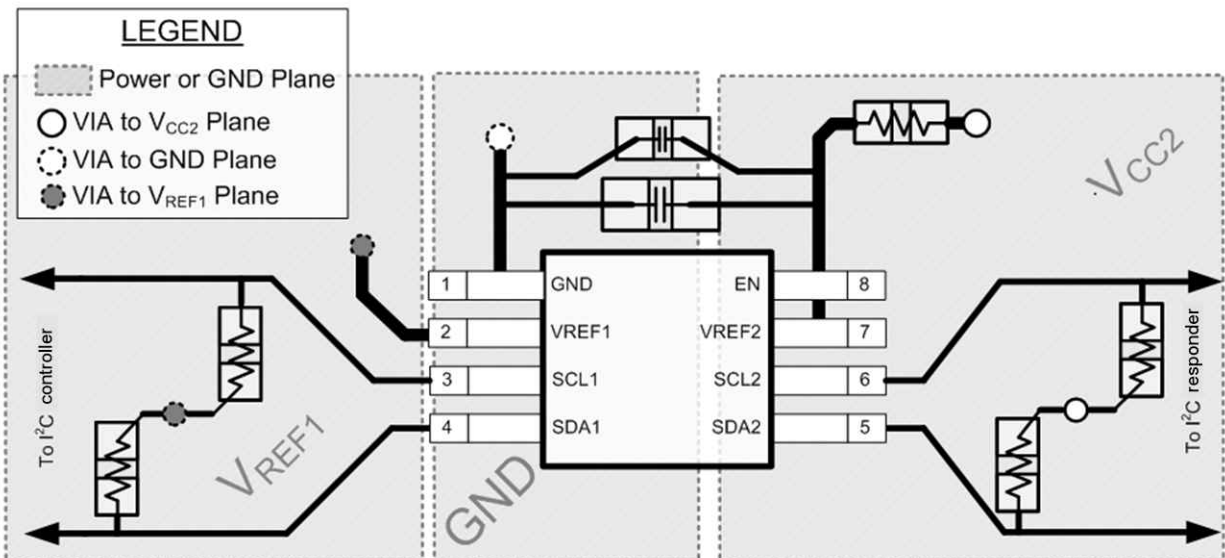

图 11-1. 布局示例
在所有 PCB 布局中，最佳实践是避免信号布线呈直角，在离开集成电路 (IC) 附近时让信号布线呈扇形彼此散开，并使用较粗的布线来承载通常会经过电源和接地布线的更大电流。100pF 滤波电容应尽可能靠近 V_{REF2} 放置。也可以使用更大的去耦电容器，但两个电容器和 200kΩ 电阻器的更长时间常数会导致 TCA39306 器件的导通和关断时间更长。图 11-1 中显示了这些最佳实践。
对于图 11-1 中提供的布局示例，可以将顶层用于信号布线，将底层用作电源 (V_{CC}) 和接地 (GND) 的分割平面，从而打造只有两层的 PCB。然而，对于具有更高密度信号布线的电路板，最好使用四层电路板。在四层 PCB 上，通常在顶层和底层上进行信号布线，将一个内部层专门用作接地平面，并将另一个内部层专门用作电源平面。在使用平面或分离平面供电和接地的电路板布局布线中，过孔直接放置在表面贴装元件焊盘旁边，该焊盘必须连接到 V_{CC} 或 GND，而过孔以电气方式连接到电路板的内层或另一侧。当信号布线必须路由到电路板的另一侧时，也使用过孔，但图 11-1 中未演示此技术。